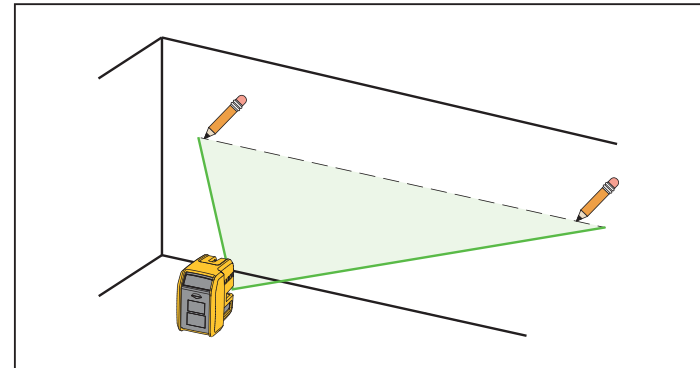

Abbildung 2. Neue horizontale oder diagonale Markierung
2. Das Produkt um seine Mittelachse drehen, bis der horizontale Laser auf das Messobjekt zeigt. Siehe Abbildung 2.